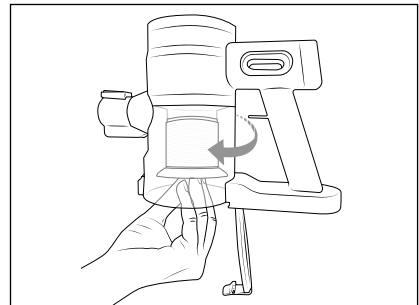

Fig. 11
- 2) Tag filteret af rustfrit stål **6** og EPA-filteret **5** ud af støvbeholderen **2** ved at dreje EPA-filteret **5** i urets retning (se fig. 11). Tag derefter filteret af rustfrit stål **6** og EPA-filteret **5** ud af støvbeholderen **2** nedefra.